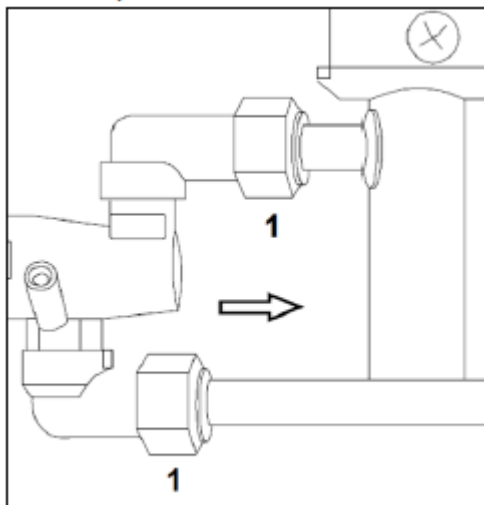

FIG.19
- Trennen Sie den Hahn von den entsprechenden Gasrohranschlüssen (Abb. 19-Bez. 1).